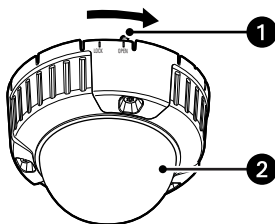

Рис. 27. Закрепление камеры на креплении камеры (монтаж заподлицо)
- b. Вставьте монтажные винты камеры в монтажные отверстия крепления камеры, затем поверните камеру по направлению стрелки до положения «LOCK», чтобы закрепить камеру на креплении без каких-либо зазоров (см. рис. 27).